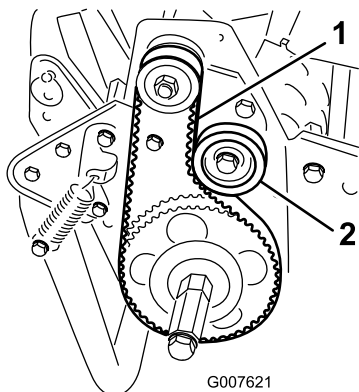

Рисунок 37
2. Проверьте натяжение, приложив к ремню посередине между шкивами (Рисунок 37) усилие 18 – 22 Н.
- А. Отпустите гайку крепления натяжного шкива и поджимайте натяжной шкив по часовой стрелке к обратной стороне ремня, пока не будет получено требуемое натяжение (Рисунок 37).